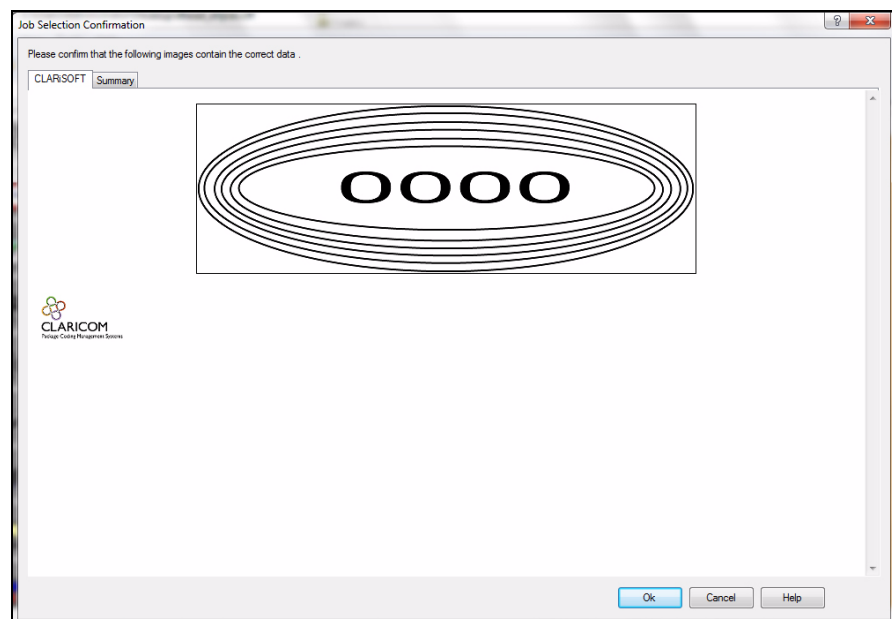

Figura 5-27: Ventana de confirmación
- 8 Aparecerá la ventana de confirmación (consulte la Figura 5-27).